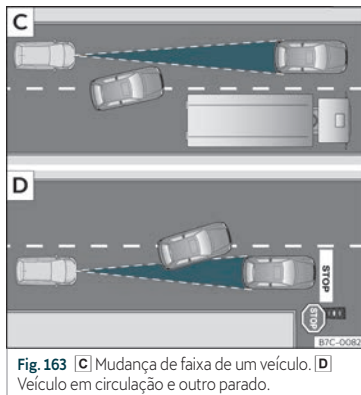

Fig. 163 [C] Mudança de faixa de um veículo. [D] Veículo em circulação e outro parado.
- Veículos que mudem para a faixa na qual circula a pouca distância do veículo >>> **Fig. 163** [C].
»» Fig. 163 [D].